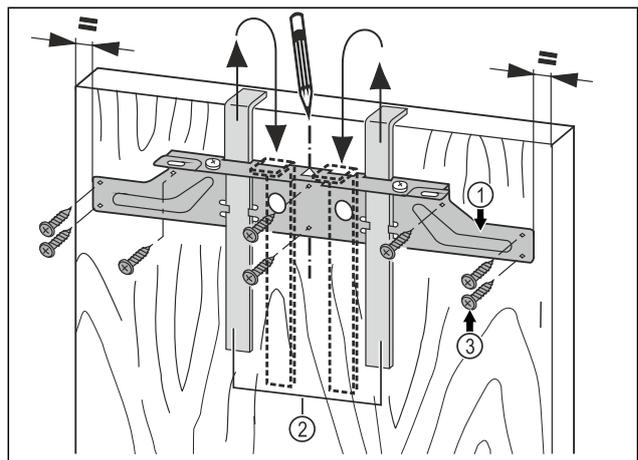

Fig. 45
- ▶ Αναρτήστε την τραβέρσα στερέωσης Fig. 45 (1) με τους οδηγούς τοποθέτησης Fig. 45 (2) στην εσωτερική πλευρά της πόρτας επίπλου.
- ▶ Ευθυγραμμίστε την τραβέρσα στερέωσης στο κέντρο Fig. 45 (1) στην πόρτα.
- ▶ Βιδώστε την τραβέρσα στερέωσης Fig. 45 (1) με τουλάχιστον 6 βίδες Fig. 45 (3).
- ▶ Βιδώστε την τραβέρσα στερέωσης Fig. 45 (1) με 4 βίδες Fig. 45 (3) στην άκρη.
- ▶ Τραβήξτε προς τα επάνω τους οδηγούς τοποθέτησης Fig. 45 (2) και εισάγετε υπό γωνία στα παρακείμενα ανοίγματα υποδοχής.